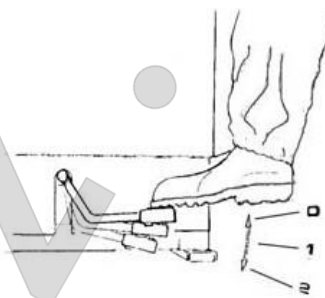

Рис. 13
- нажмите на педаль накачки внизу левой панели корпуса (рис. 13, 1). Должна начаться подача воздуха.
-Нажмите на педаль до упора (рис. 13, 2). Через сопла в салазках должна пойти сильная воздушная струя.